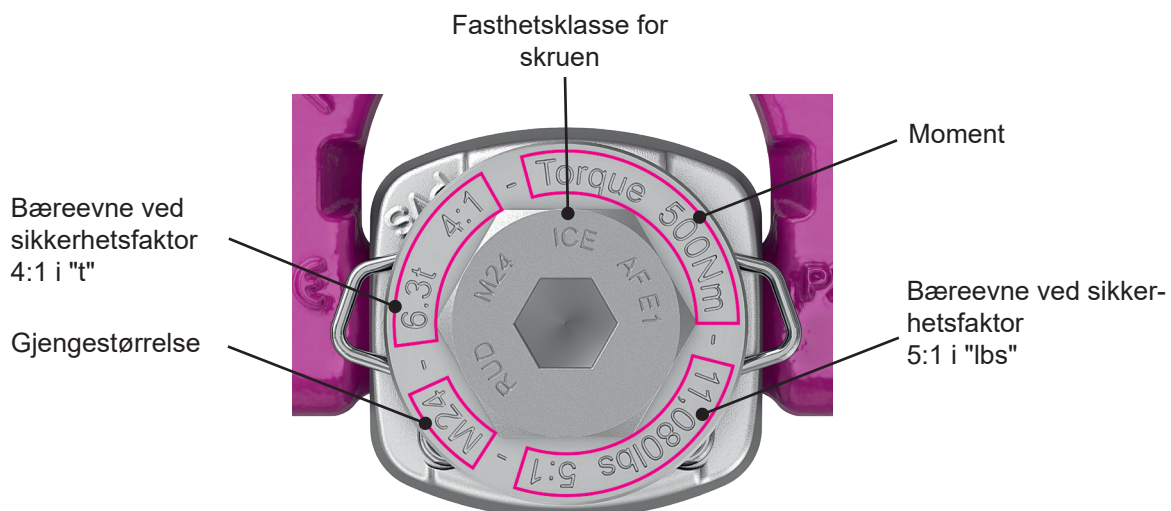

Fig. 1: Merking av bøsning / skue
- Merkingen finnes på oversiden av hylsen og skruen, slik det vises i fig. 1.